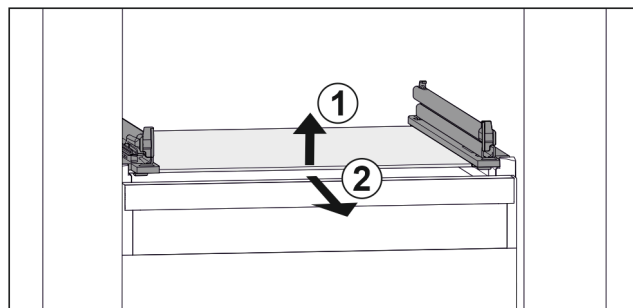

Fig. 158 Rappresentazione esemplificativa del ripiano in vetro
- Sollevare il ripiano in vetro dal davanti. Fig. 158 (1)
- Rimuovere il ripiano in vetro tirando in avanti. Fig. 158 (2)